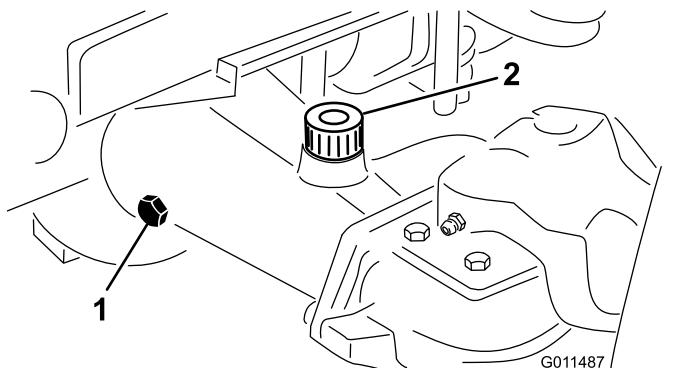

Figura 16
- Retire un tapón de verificación de un extremo del eje (Figura 16) y asegúrese de que el lubricante llega al borde inferior del orificio. Si el nivel es bajo, retire el tapón de llenado (Figura 16) y añada suficiente lubricante para que el nivel llegue al borde inferior de los orificios de los tapones de verificación.